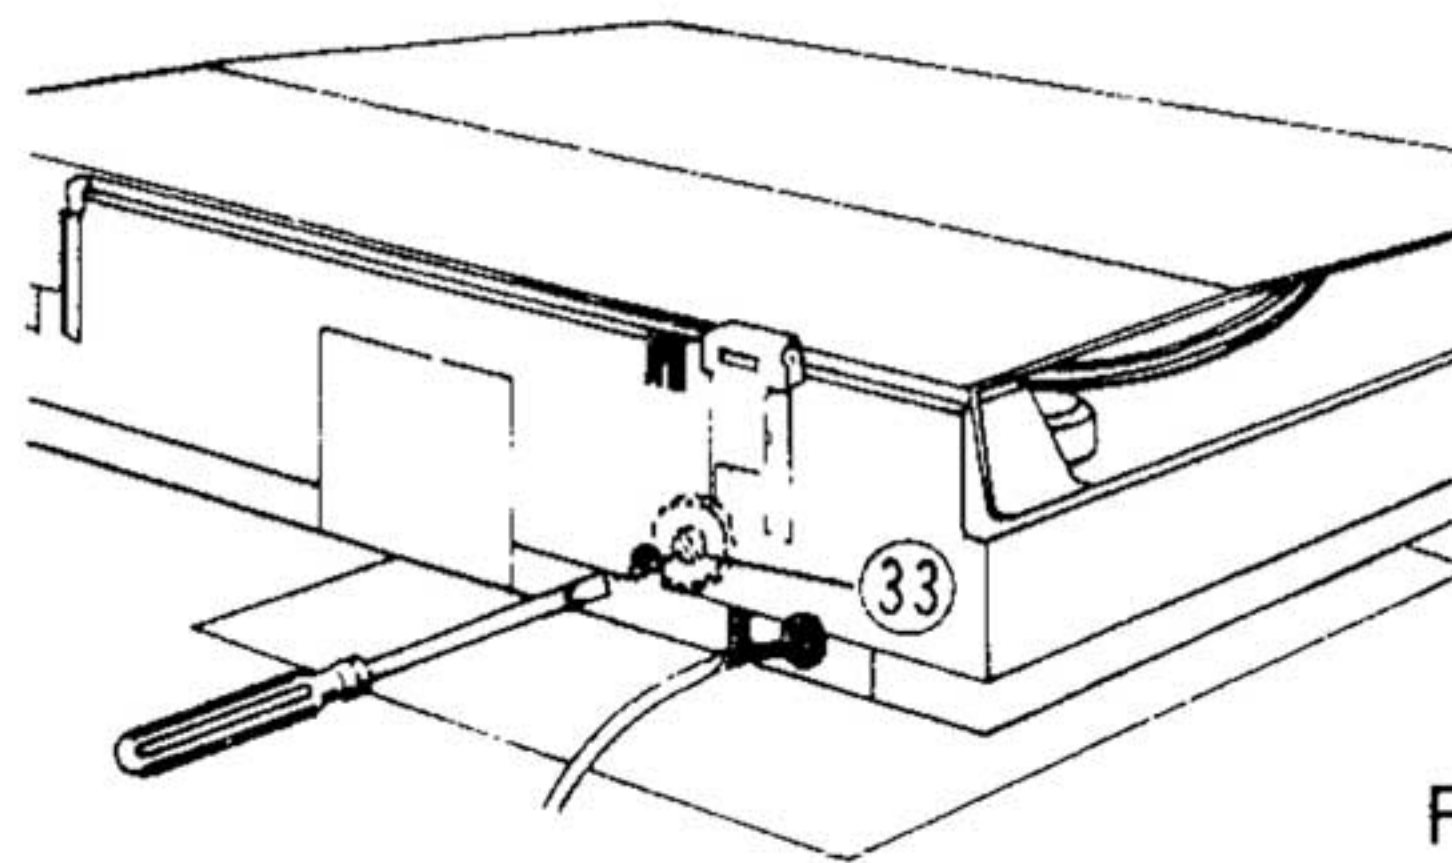

Figure 5
- 2-1 If the tonearm is above or on the turntable, turn the Pulley (33) counterclockwise through the hole referring to Fig. 5 with the slotted-head screwdriver (width 2.5~4 mm) until tonearm moves to its rest position.
2-4. Move the tonearm to the position where the Cover (10) was mounted, turning the Pulley (33) clockwise (Fig. 5).
NOTE: If the tonearm does not move by turning the Pulley (33) (Fig. 5), an additional force by finger should be added to the bended part of tonearm in the desired direction.
- 2-1. トーンアームがターンテーブル上にある場合は、マイナスドライバーでプーリー(33)を反時計方向に回してトーンアームをアームレストまで移動させる。(図5)
2-4. プーリー(33)を時計方向に回し(図5)、トーンアームをカバー(10)をはずした位置まで移動させる。